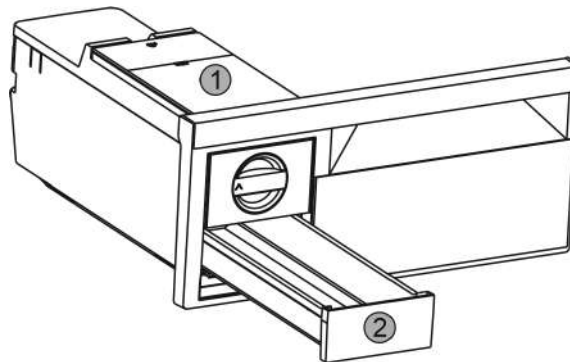

Fig. 36
- Зняти бак для води Fig. 36 (1) та висувний ящик для виробництва кубиків льоду Fig. 36 (2).